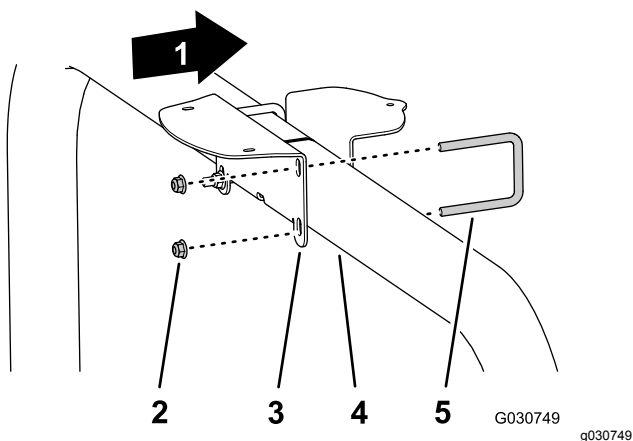

Рисунок 149
- Если машина оборудована Глобальной навигационной спутниковой системой (GNSS) с широкозонной корректирующей системой (WAAS), установите крепление приемника на трубу конструкции ROPS (Рисунок 149) при помощи двух U-образных болтов и 4 фланцевых контргаек (3/8 дюйма).